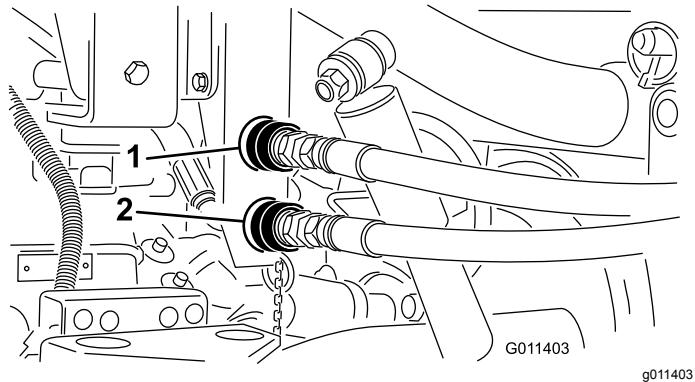

Figura 17
3. Prima di collegarli, rimuovete l'eventuale sporcizia dagli attacchi rapidi dello spargitore (Figura 17). Gli accoppiatori sporchi possono contaminare il sistema. Dopo la pulizia, attaccate entrambi gli accoppiatori rapidi al Workman. I flessibili sono marcati con "A" e "B" e devono essere abbinati al relativo accoppiatore rapido al momento dell'installazione. Accertatevi che entrambi gli attacchi rapidi siano completamente inseriti.
Nota: Gli accoppiatori mostrati nella Figura 17 appartengono a veicoli con numeri di serie precedenti a 239999999.